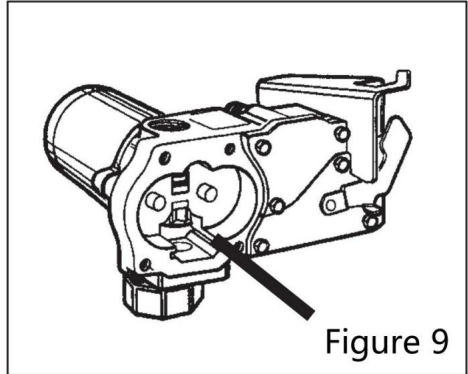

Figure 9
- Aby sprawdzić powierzchnię uszczelniającą zaworu grzybkowego, czy nie ma uszkodzeń. Jeśli Dlatego proszę natychmiast go wymienić. (Rysunek 9)